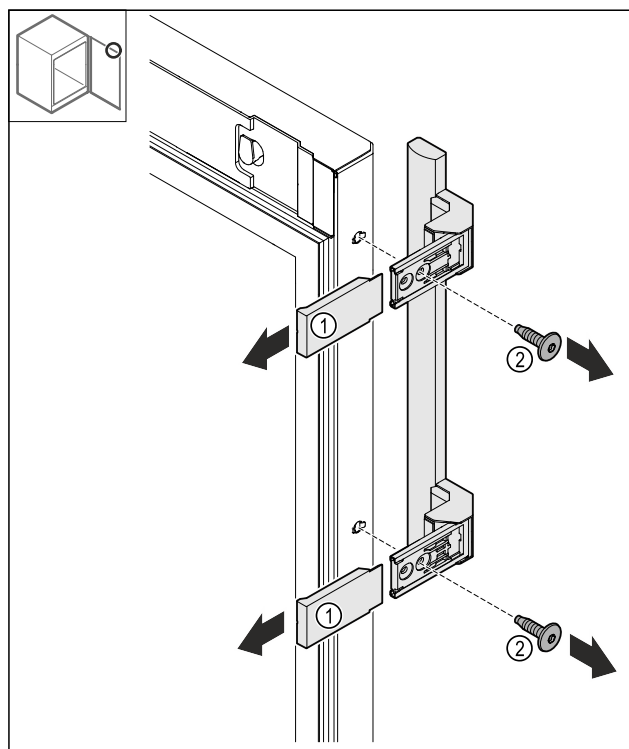

Fig. 24
- Træk afdækningerne Fig. 24 (1) af.
- Løsn skruerne Fig. 24 (2).